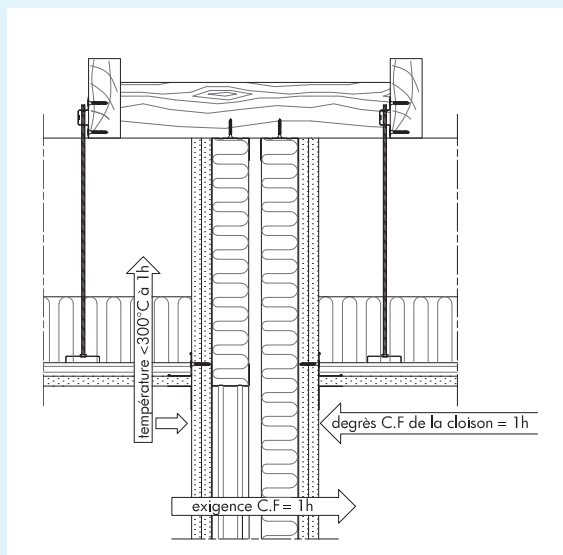

Fig. 13 Cloisons fixées sous la structure - ERP type U
**Cloison fixée sous la structure** (fig.13 et 14)